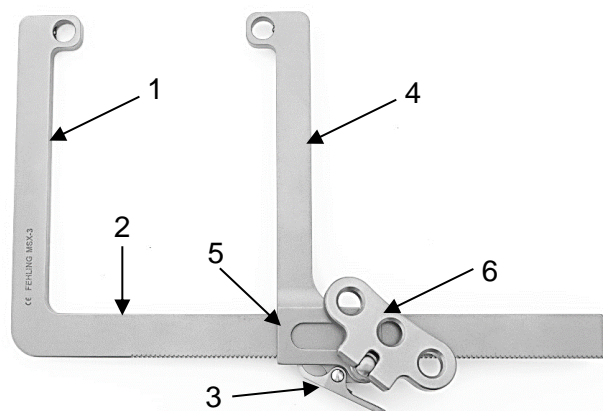

Abb. 3
Abb. 3 zeigt den V-CUT Titan pädiatrischen Sternotomiespreizer, welcher ein U-förmiger Balkenspreizer mit Flügelschraube ist. Der Balkenspreizer besteht aus einem festen Spreizerarm (1), einer Zahnstange (2) und einem beweglichen Spreizerarm (4).